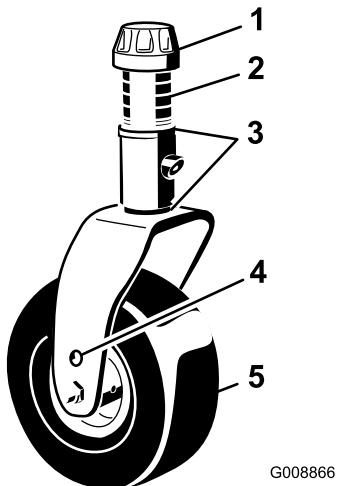
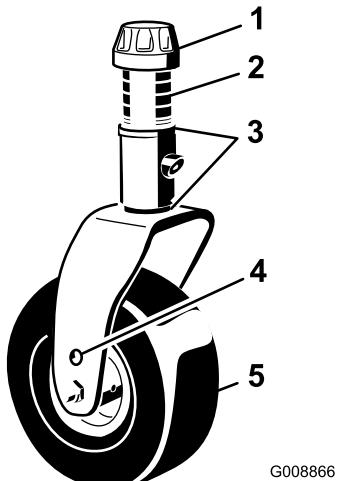
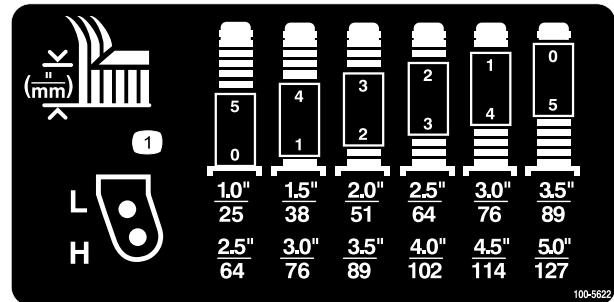

Figura 2
Figura 7
Figura 8
1. Retire as tampas de fixação dos rolamentos do eixo e desloque os espaçadores e anilhas de encosto (Figura 2).
2. Deslize os espaçadores para o eixo da roda giratória para obter a altura de corte pretendida; consulte Figura 7 & Figura 8 para determinar as combinações de espaçadores para a definição. Deslize uma anilha de encosto para o eixo, empurre a roda giratória através do braço. Instale outra anilha de encosto e os restantes espaçadores no eixo e instale as tampas de fixação para prender o conjunto (Figura 2).
2. Coloque os eixos da roda giratória nos mesmos orifícios, em ambas as forquilhas da roda giratória. Consulte Figura 7 e Figura 8 para determinar os orifícios correctos para a configuração.
3. Retire a tampa de fixação do eixo roscado desloque o fuso (Figura 7) para fora do braço da roda giratória. Coloque os 2 calços (1/8 pol.) no eixo, tal como se encontravam originalmente. Estes calços são necessários para atingir a mesma altura ao longo de toda a largura das unidades de corte. Desloque um número apropriado de espaçadores de 13 mm para o eixo para obter a altura de corte desejada; em seguida, desloque a arruela para o eixo.
Consulte Figura 7 e Figura 8 para determinar as combinações de espaçadores para a configuração.